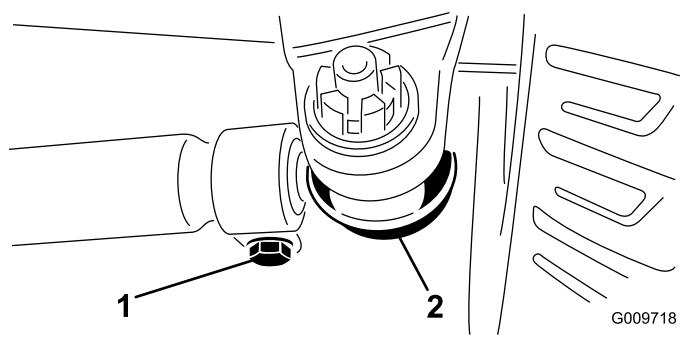

図 74
3. 調整は、両側のタイロッドのボールジョイントからコッターピンとナットを外して行う図 74。
5. タイロッド両側のクランプをゆるめる図 74。